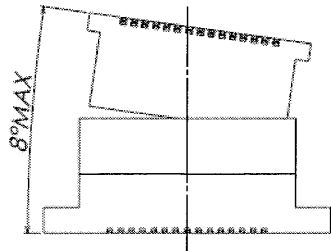
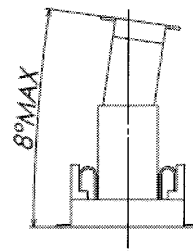

図 1/ Fig.1
図 2/ Fig.2
- ・誘い込み時の角度は図1～図2になりますので、記載角度以下で位置決めをして下さい。
/Figure 1 and 2 show guiding angle. Please locate it below the described angle.